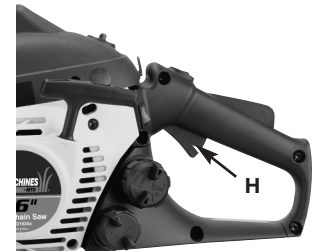

Fig. 10
11. Deje el motor en marcha durante 10 segundos para calentarlo. Pulse el gatillo (H) y póngalo al ralentí (Fig. 10).
1. Utilice cuñas de madera o plástico (G) para prevenir el doblamiento de la barra o cadena (H) en el corte. Las cuñas también controlan la caída (Fig. 10).